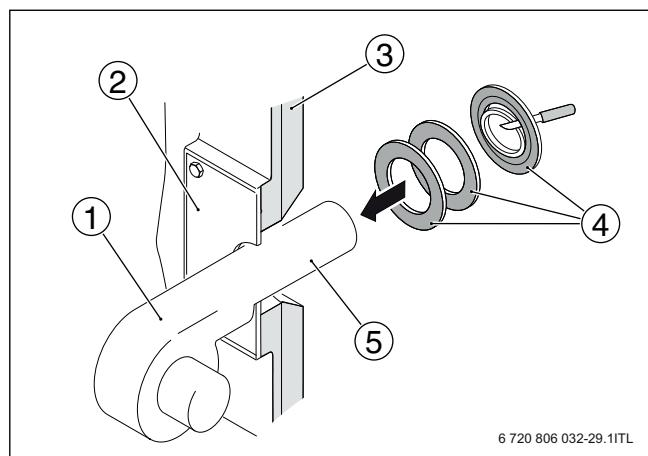

Рис. 20 Монтаж горелки
- Закрепите болтами горелку (→ рис. 20, [1]) на плите [2].